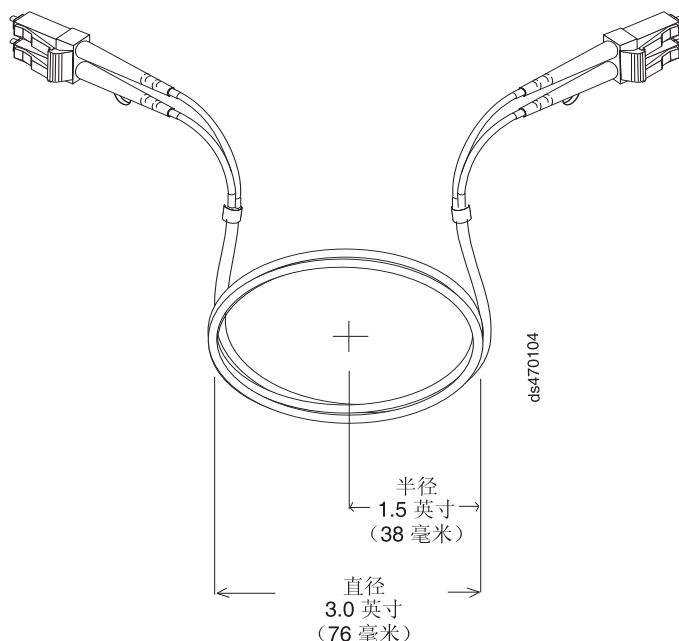

图 19. 最佳的光缆弯曲和环路规格。
- 在存放过长或未使用的光缆时，请勿将光缆弯曲到直径小于 76 毫米（3 英寸）或半径小于 38 毫米（1.5 英寸），也不要让光缆卷在一起。请参阅第 47 页的图 19。